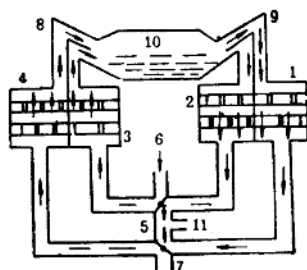

图0-3 平炉构造示意图
1) 平炉炼钢法 平炉是用耐火砖砌造的，构造见图0-3所示。平炉炼钢的主要原料是废钢和铁水。辅助材料有造渣用的石灰、萤石(CaF_2)，氧化用的铁矿石和脱氧用的